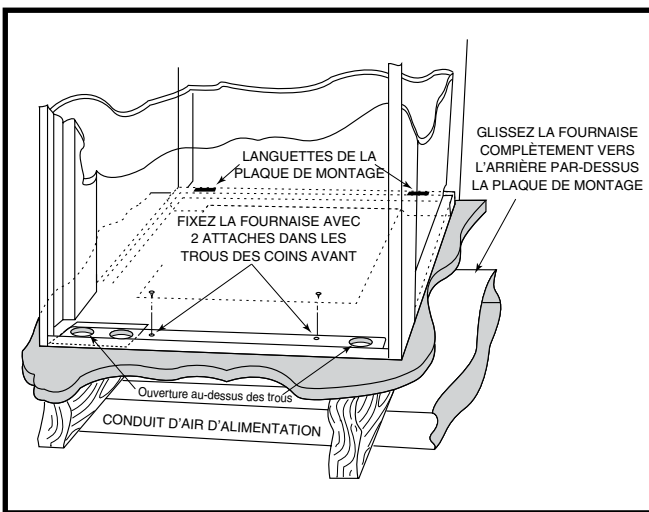
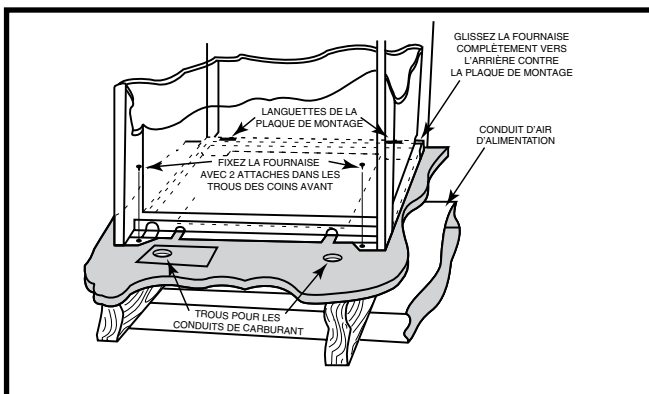

Figure 14. Fournaises de placard « A » et « B »
Figure 15. Fournaise de placard « A » sur armoire à serpent
Les côtés et l'arrière de la fournaise peuvent être couverts d'un cadre mural comme dans une armoire ou une alcôve. Les dimensions de la pièce ou de l'alcôve doivent convenir à la taille complète des dégagements de la fournaise et de l'installation spécifiés dans la Figure 4 \(page 5\) et dans la page 4. Cette fournaise doit être branchée adéquatement au système d'alimentation d'air tel que montré dans la Figure 14 \(page 8\) et Figure 15 \(page 8\).
4. Fixez le devant avec une (1) ferrure dans chaque coin. Voyez la Figure 14 et la Figure 15.